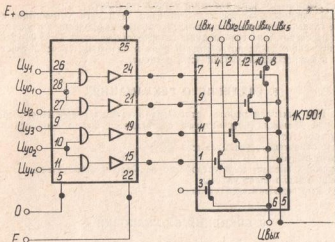

Рис. 3. Схема включения устройства
4. 1. Схема включения устройства приведена на рис. 3.